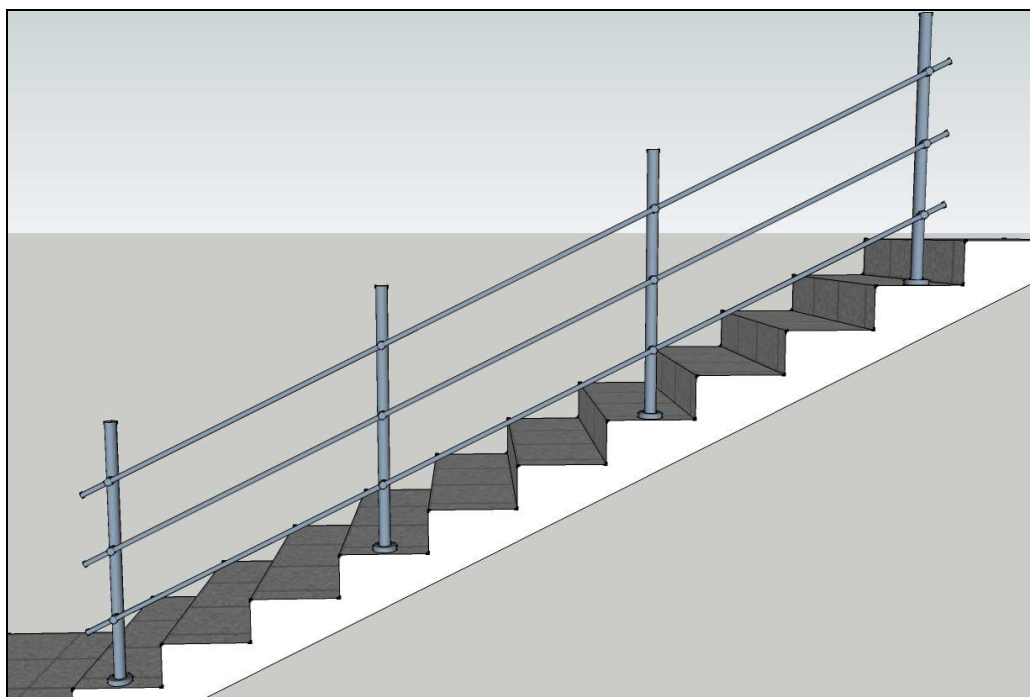

Рис.10
8. Берем трубу для ригеля 16 мм (**ТНЗ-16**), надеваем на нее ответные части крепления ригеля. Разводим двухкомпонентный клей **РОХИПОЛ (РХ)** в необходимом нам количестве. Приподнимаем каждую стойку вместе с декоративной крышкой, обмазываем закладную клеем и окуратно круговыми движениями опускаем стойку и декоративную крышку. Надеваем ответную часть крепления ригеля вместе с трубой, и фиксируем их (рис.10). Клей быстросохнущий (6 минут), поэтому делаем эти операции быстро. Ждем 15 минут до полного высыхания клея.